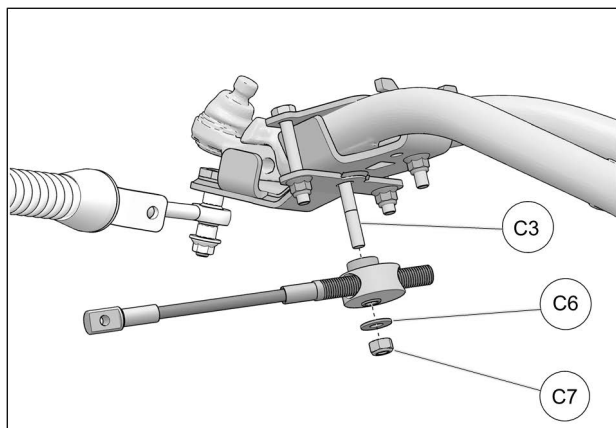

Fig. 25
15. Assembler le disque en aluminium du limiteur de conduite à l'ancrage avant en utilisant le boulon (C3) précédemment inséré dans l'ancrage, la rondelle (C6) et l'écrou (C7). Serrer l'écrou à un couple de 50 Nm [37 lb•pi]. Fig. 25